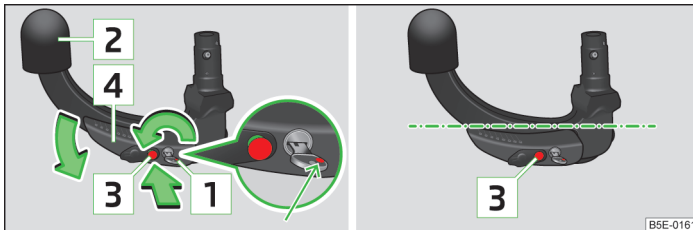

Abb. 154 Bereitschaftsstellung einstellen / Bereitschaftsstellung
- › Den Schlüssel **1** drehen, sodass seine rote Markierung sichtbar ist » Abb. 154.